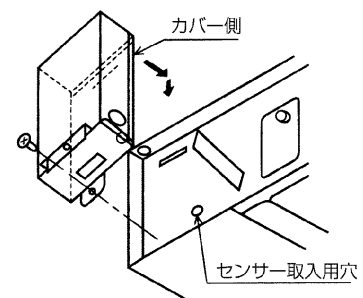

図3
4. 制御ボックスを本体外側に矢印の方向に取付けてください。カバー側が取付面となります。(図3)